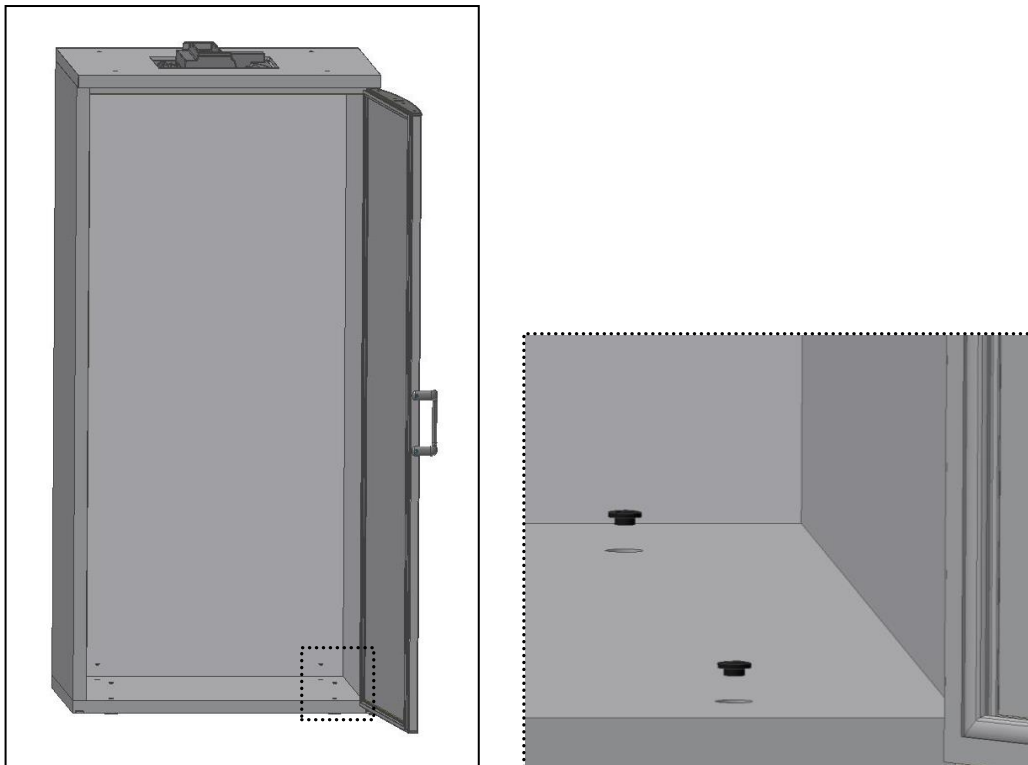

Fig. 11
- Colocar **los tapones** en el fondo (Fig.11);